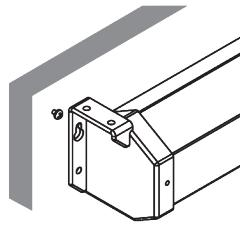

Рис. 2
**Подвешивание на стену:** замерьте расстояние между петлями на корпусе и прикрутите шурупы соответствующего диаметра к стене с учетом высоты экрана подвесьте экран крепежными петлями на шурупы, как показано на рис.2.